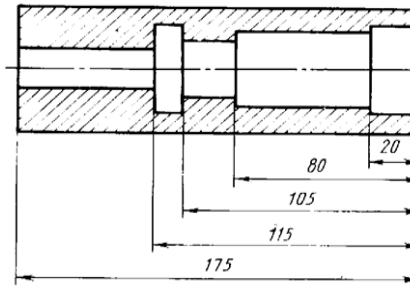

Рисунок 48
2. Координатный способ (рисунок 48). Размеры являются координатами, характеризующи